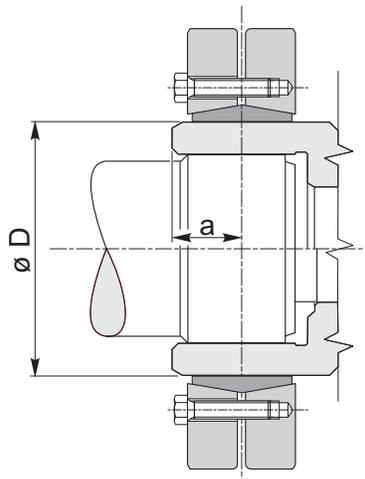

Fig. 17
- Colocar el punto medio de la junta sobre el punto medio del tramo útil del eje de la máquina (ver Fig. 17 (p. 29)); para esta operación, seguir el valor “a”, que variará dependiendo del tamaño de la junta, como en las tablas siguientes.